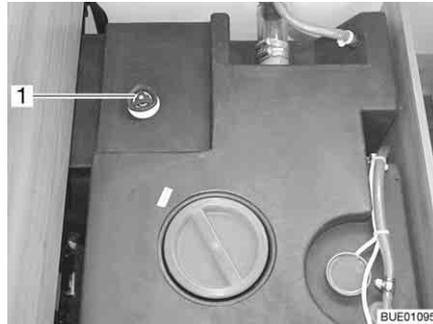

Fig. 150 Serbatoio dell'acqua con maniglia girevole
- Sul serbatoio dell'acqua, ruotare la maniglia girevole (Fig. 150,1) in senso orario fino all'arresto.
- Sul serbatoio dell'acqua, ruotare la maniglia girevole (Fig. 150,1) in senso antiorario fino all'arresto. L'acqua fuoriesce fino a 50 litri.